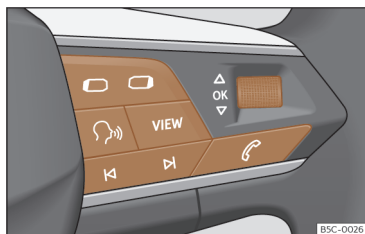

Fig. 11 Lado direito do volante multifunções: botões para utilizar os menus e as indicações informativas do painel de instrumentos (segundo versões).
Enquanto existir uma advertência com prioridade 1 >>> Página 25, não será possível aceder a nenhum menu. Algumas advertências podem ser confirmadas e ocultadas com o botão OK do volante multifunções >>> Fig. 11.
- Se aparecer uma mensagem ou o pictograma de um veículo, pressione o botão **OK** >>> Fig. 11; se for necessário, várias vezes.